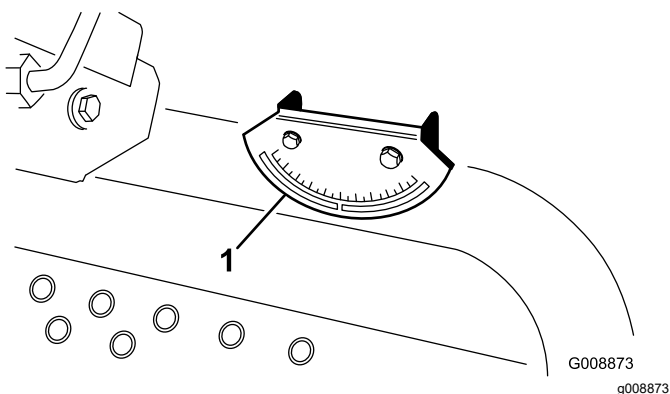

Figura 6
2. Accertate che la macchina sia a livello, appoggiando l'inclinometro manuale (a corredo della macchina) sulla traversa del telaio, accanto al serbatoio del carburante (Figura 6). L'inclinometro deve indicare zero gradi, visto dalla posizione dell'operatore.